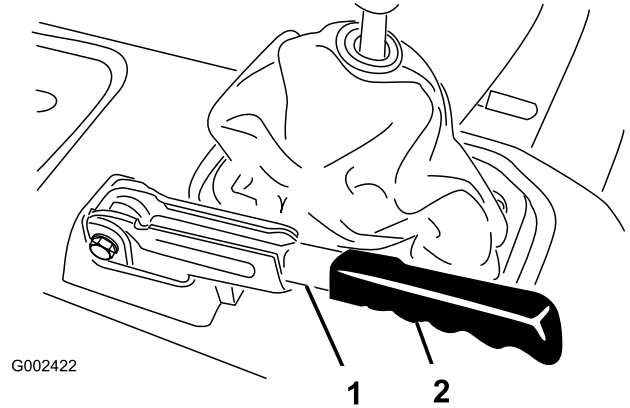

Bild 60
1. Nehmen Sie den Gummigriff vom Feststellbremshebel ab (Bild 60).